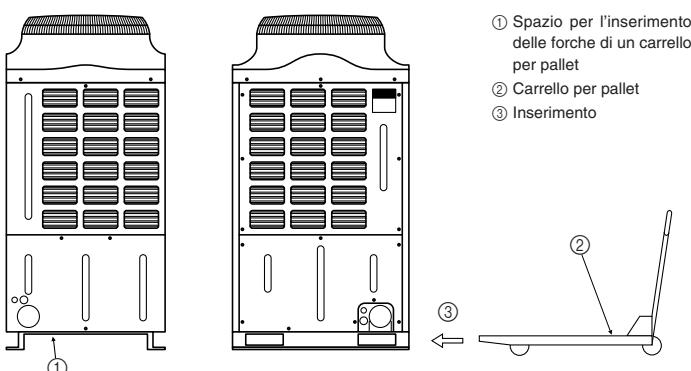

Fig. 3-2
3.2. Trasporto mediante carrello per pallet (Fig. 3-2)